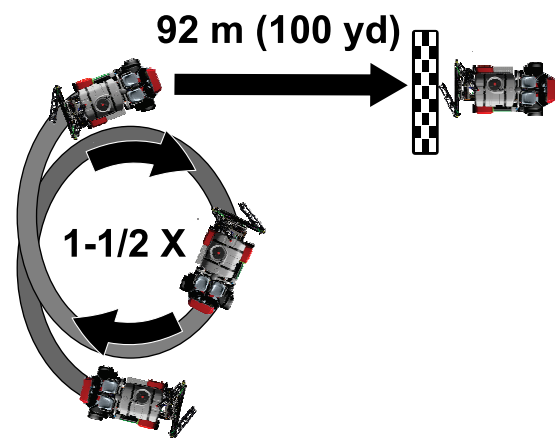

图 74
- 3. 驾驶机器 1–1/2 圈图 74。
- 5. 直行 92m。请参阅图 图 74。